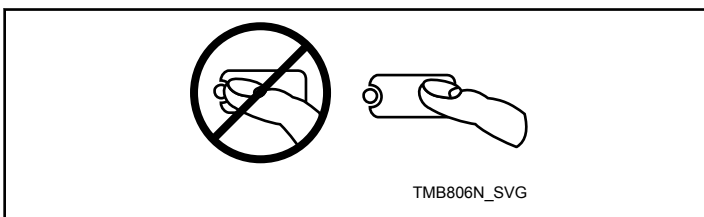

Abbildung 36
**HINWEIS:** Nicht direkt auf die Lampen oder auf die Mitte des Feldes drücken. Zur richtigen Auswahl etwas rechts von der Mitte auf das Feld drücken. Siehe *Abbildung 36*.